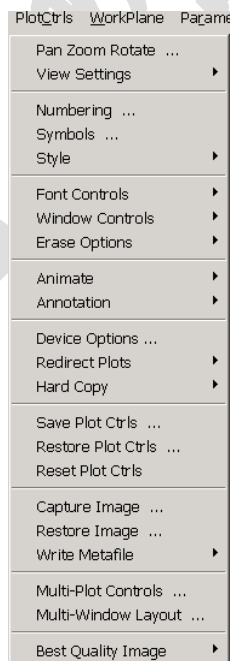

图1.8 【PlotCtrls】菜单
- **【PlotCtrls】菜单：**主要用于控制图形显示的方式，如图 1.8 所示。例如：**【Pan Zoom Rotate...】**命令用于控制模型在图形视窗中的平移、缩放和旋转操作；**【Numbering...】**用于控制图形视窗中图元编号的显示等。